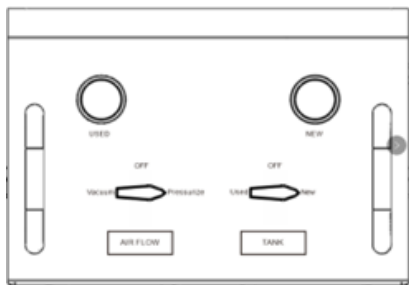

Fig 9.
6. Uruchomić silnik i sprawdzić ponownie poziom środka zapobiegającego zamarzaniu. Jeśli poziom środka zapobiegającego zamarzaniu opada, przekręcić lewy zawór „AIR FLOW” na panelu do pozycji „Pressurize”, a zawór prawy „TANK” do pozycji „NEW” (rys. 9), otworzyć
niu do pojazdu przez zbiornik przelewowy. Jak pokazano powyżej na Rys. 8 i Rys. 9.
5. Uruchomić silnik i sprawdzić poziom środka zapobiegającego zamarzaniu. Jeśli poziom środka zapobiegającego zamarzaniu spadnie, przekręcić lewy zawór na panelu „PRZEPŁYW POWIETRZA” do pozycji „Zwiększ ciśnienie”, prawy zawór „ZBIORNIK” do pozycji „Nowy” (Rys. 9), otworzyć zawór na węźle nowego płynu (czerwony) (Rys. 8), a następnie otworzyć zawór powietrza warsztatowego, aby dodać więcej nowego środka zapobiegającego zamarzaniu do pojazdu.
5. Uruchomić silnik i sprawdzić poziom środka zapobiegającego zamarzaniu. Jeśli poziom środka zapobiegającego zamarzaniu spadnie, przekręcić lewy zawór na panelu „PRZEPIYW POWIETRZA” do pozycji „Zwiększ ciśnienie”, prawy zawór do pozycji „Nowy” (Rys. 9), otworzyć zawór na węży nowego płynu (czerwony) (Rys. 8), a następnie otworzyć zawór powietrza warsztatowego, aby dodać więcej nowego środka zapobiegającego zamarzaniu do pojazdu przez zbiornik przelewowy.